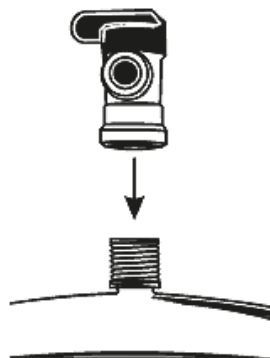

Рис. 12
2. Подсоедините шаровой кран бака к вершине накопительного бака (см. **рис. 12**). Во избежание повреждения крана не прилагайте больших усилий при его установке. При необходимости используйте гаечный или разводной ключ.